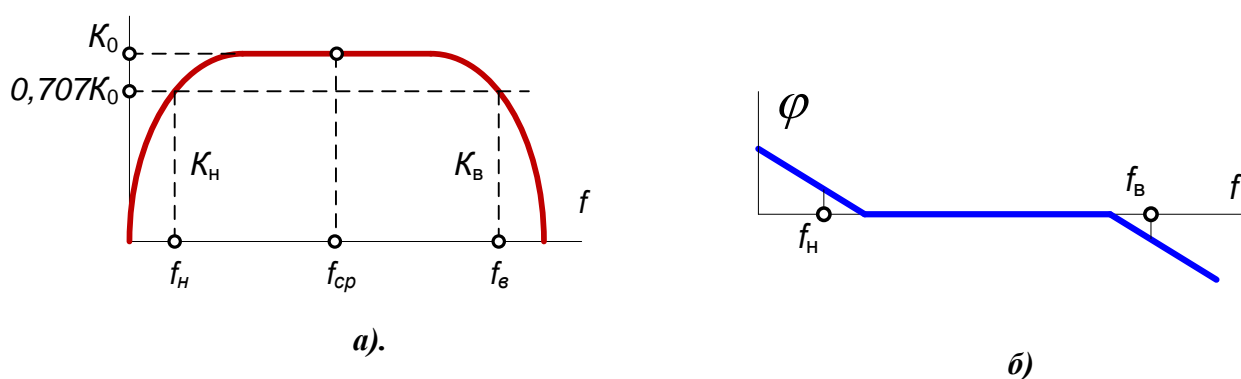

Рис. 6.2..Характеристики усилителя: **а** — типовая АЧХ; **б**— типовая ФЧХ
3.1. АЧХ — амплитудночастотная характеристика усилителя — зависимость коэффициента усиления от частоты (рис.6.2.а);
3.2. ФЧХ — фазочастотная характеристика — зависимость угла сдвига фаз между входным и выходным напряжениями от частоты. Фазовые искажения оцениваются по тем же причинам, что и частотные (рис.6.2.б).